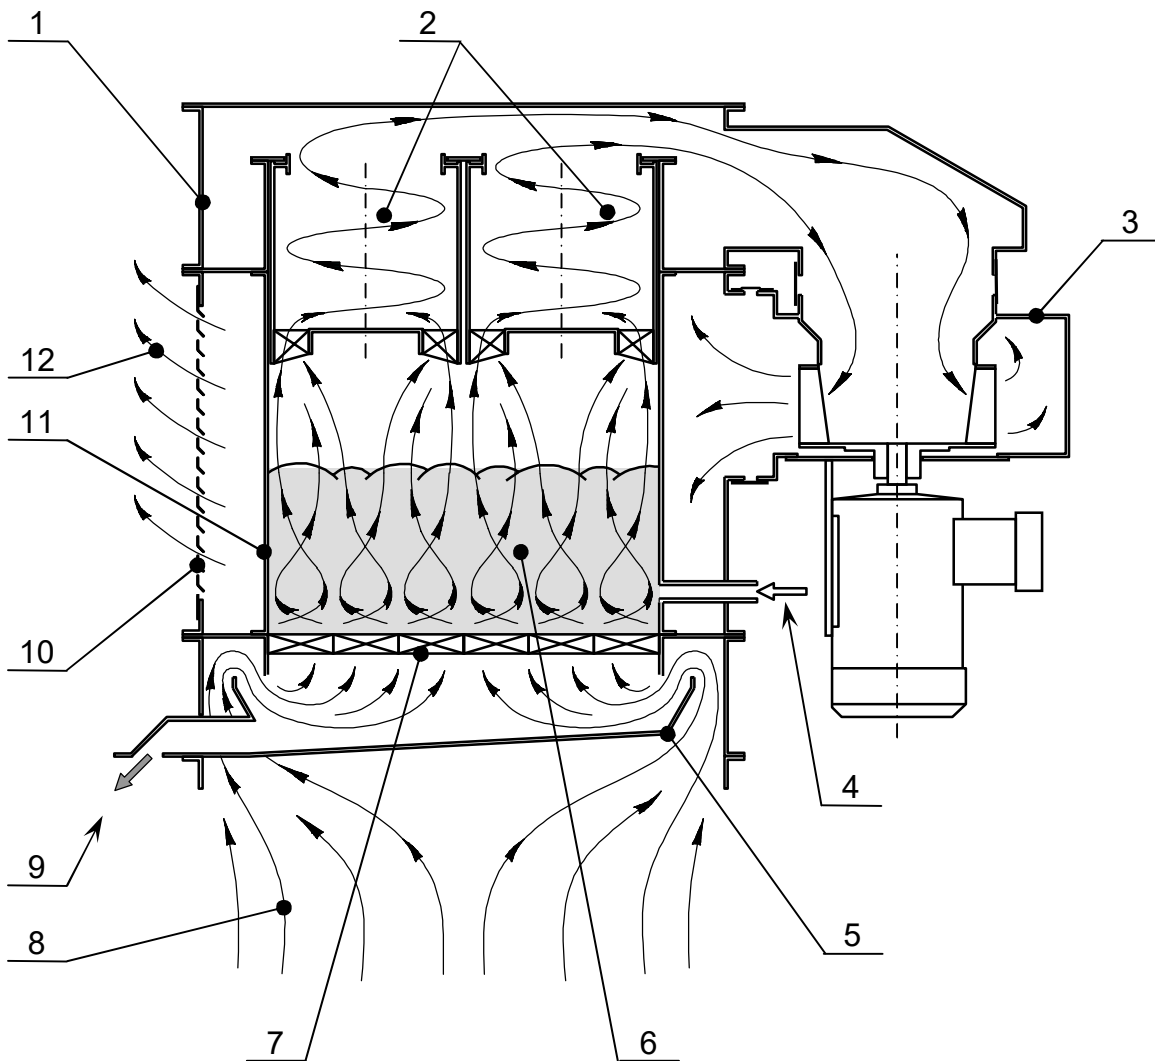
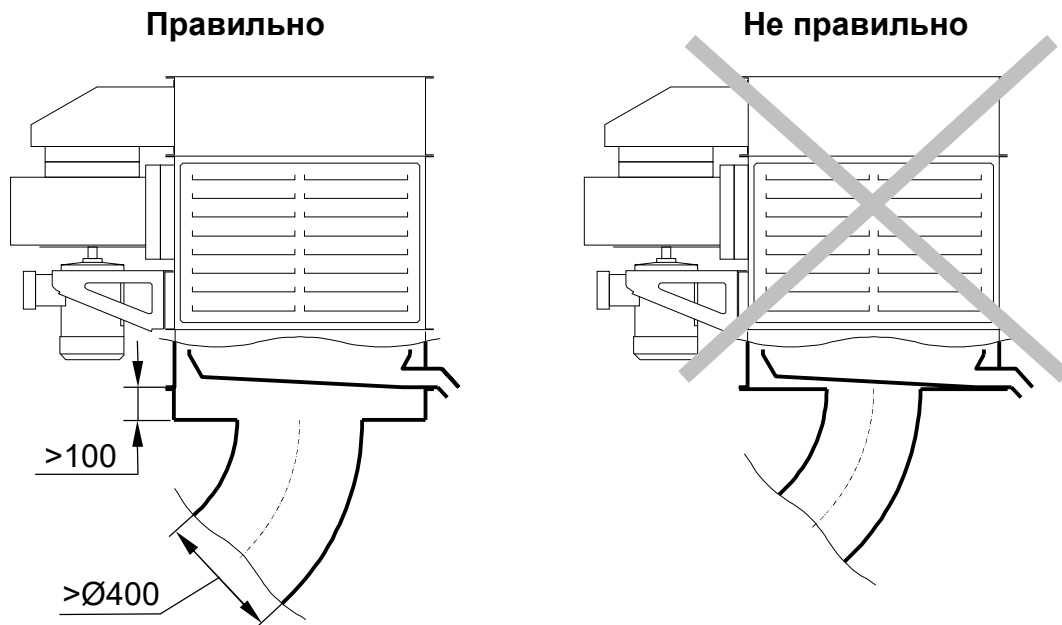

Рис.2. Устройство МВГ.
Рис.5 Размещение МВГ на расстоянии от укрытия с использованием трубы в качестве соединительного газохода.
3.2. Загрязненный воздух 8 (рис. 2) поступает в МВГ снизу, в щель образованную поддоном 5 и корпусом 1, затем проходит через диспергирующую решетку 7, над которой смешивается с водой и формирует взвешенный водо-воздушный (кипящий) слой 6. После промывки в кипящем слое очищенный воздух поступает в сепараторы 2, где освобождается от капель воды. Далее воздух поступает в вентилятор 3, из него - в зазор между камерой очистки 11 и корпусом 1, и выходит 12 из МВГ через рассеивающие жалюзи 10.
Если нет возможности разместить МВГ непосредственно над укрытием, допускается установка МВГ на некотором расстоянии от него. В этом случае соединительные газоходы между укрытием и МВГ должны выбираться таким образом, чтобы их аэродинамическое сопротивление не превышало 100 Па. При монтаже также нужно учитывать, что в нижней части МВГ всю центральную часть занимает поддон, и поступление воздуха в МВГ происходит по внешнему периметру (см. рис.2), поэтому при использовании трубы (диаметром не менее Ø400 мм) в качестве соединительного газохода необходимо обеспечить между торцом трубы и нижним фланцем МВГ зазор не менее 100 мм (см. рис.5).